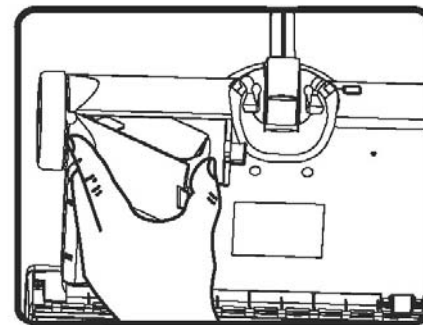

Fig. 18
3. Presione la traba y levante la batería. (Fig. 18)